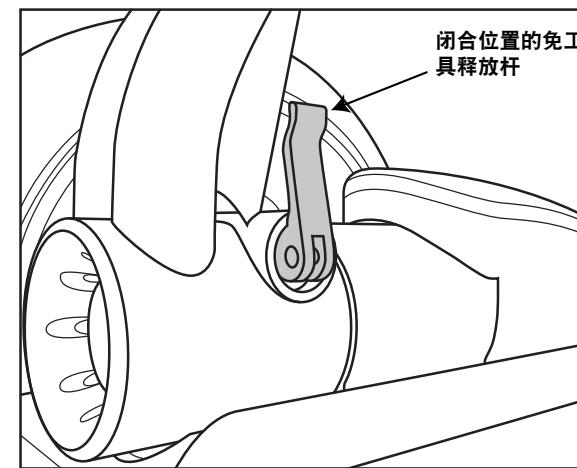

图 3. 紧固免工具释放杆，使手柄处于闭合位置
- 将免工具释放杆穿过提供的垫圈，松松地拧入楔形夹紧件。在拧入时确保手柄处于闭合位置。请参见图 3。